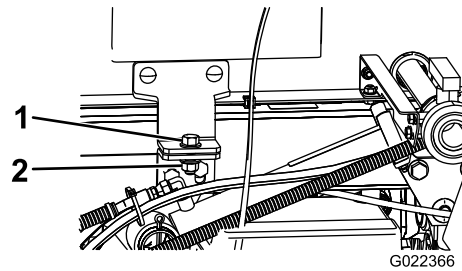

Bild 99
5. Entfernen Sie die Sicherungsschrauben vorne am Gestell (Bild 99).